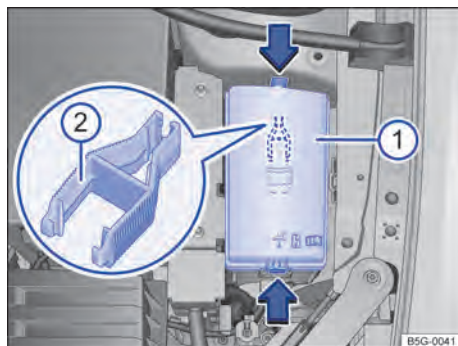

Fig. 176 No compartimento do motor: cobertura ⓘ da caixa de fusíveis com pinça de plástico ②.
- Pressionar as travas no sentido da seta → Fig. 176 ⓘ, para destravar a cobertura da caixa de fusíveis.
No lado interno da cobertura da caixa de fusíveis no compartimento do motor pode haver uma pinça de plástico → Fig. 176 ⓘ para a retirada dos fusíveis.